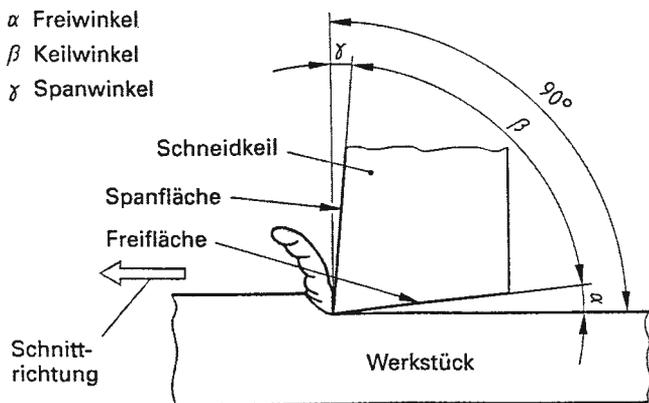

Bild 7 Winkel am Schneidkeil und die Schnittbewegung
- b) Benennung der Winkel ergibt sich aus dem Bild 7.